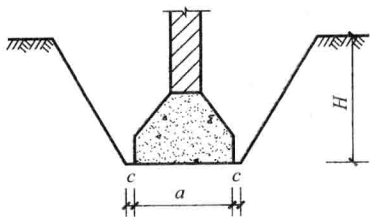

图 1-6 地槽
**【例 1-7】** 如图 1-6 所示，设有一基础地槽，槽底尺寸为 1.2m，槽深为 3m，